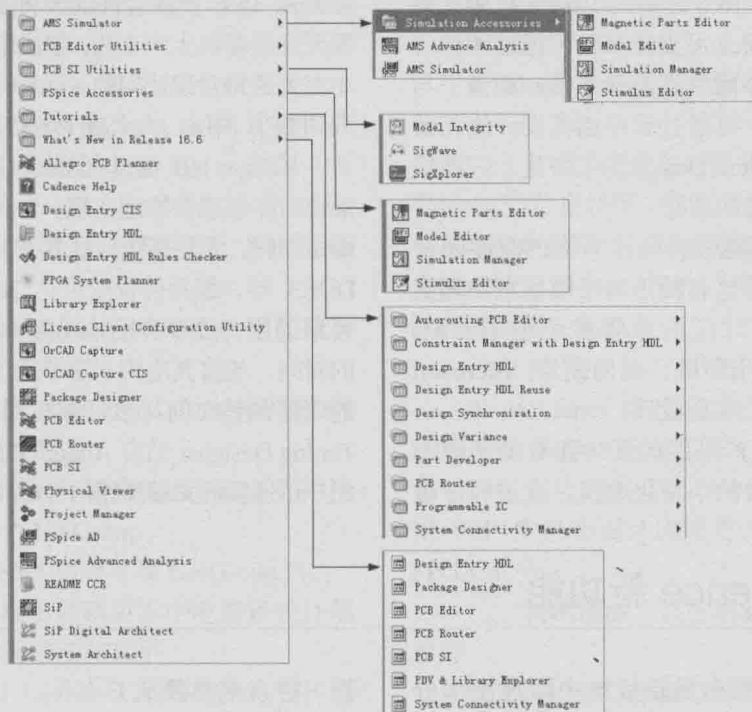

图 1-1 Cadence 16.6 启动菜单
(1) OrCAD 涵盖原理图工具 OrCAD Capture、Capture CIS（含有元件库管理之功能），原理图仿真工具 PSpice（PSpiceAD、PSpiceAA），PCB Layout 工具 OrCAD PCB Editor（Allegro L 版本，OrCAD 原来自有的 OrCAD Layout 在 2008 年已经全球范围停止销售），信号完整性分析工具 OrCAD Signal Explorer（Allegro SI 基础版本）。
(2) Allegro SPB 涵盖原理图工具 Design Entry CIS（与 OrCAD Capture CIS 完全相同）、Design Entry HDL（Cadence 旧 Concept HDL），原理图仿真工具 Allegro AMS Simulator（即 PSpiceAD、PSpiceAA），PCB Layout 工具 Allegro PCB Editor（有 L、Performance、XL、GXL 版本），信号完整性分析工具 Allegro PCB SI（有 L、Performance、XL、GXL 版本）。
(3) Cadence 16.6 与之前的几个版本在功能模块上既有相同的地方，也有不同之处，下面对比图 1-1 所示的启动菜单简单介绍一下具体功能模块。